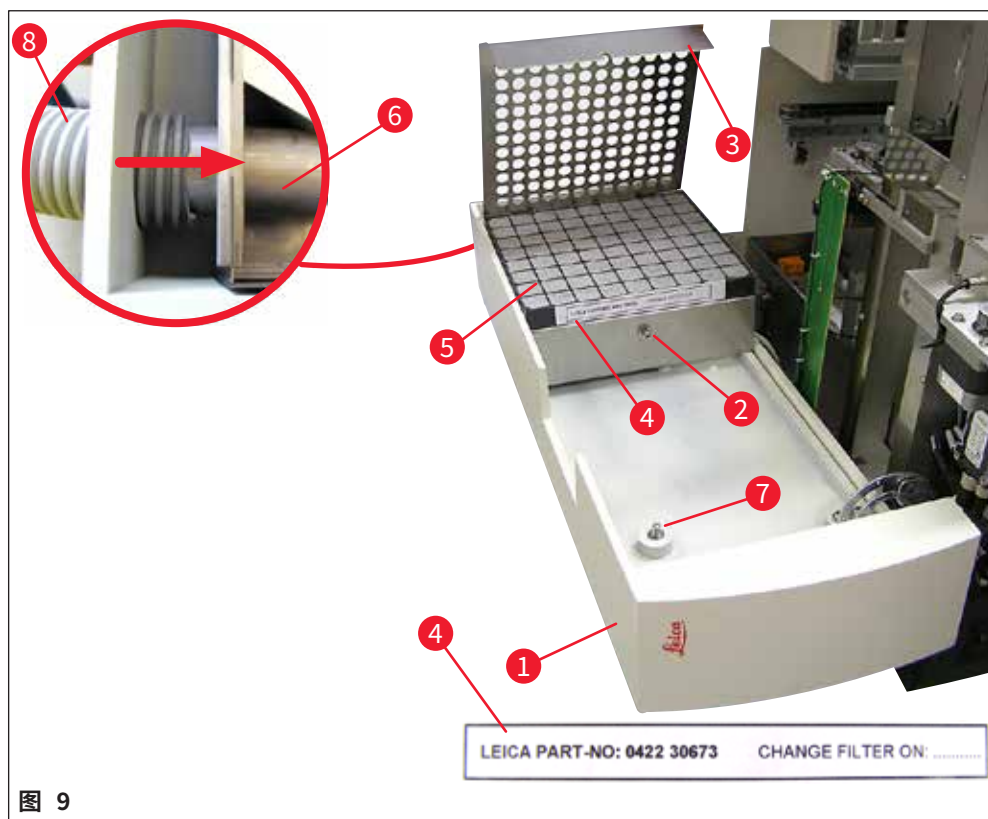

图 9
(→ 图 9) 细节图: 排气软管 (→ 图 9-8) 的装配。已拆下过滤器盖 (→ 图 9-3) 和过滤器 (→ 图 9-5) 露出连接件 (→ 图 9-6)。
2. 按照 (→ 第 26 页 - 4.6 安装喷胶组件) 所述打开检修门 (→ 图 15-1) (→ 图 9)。